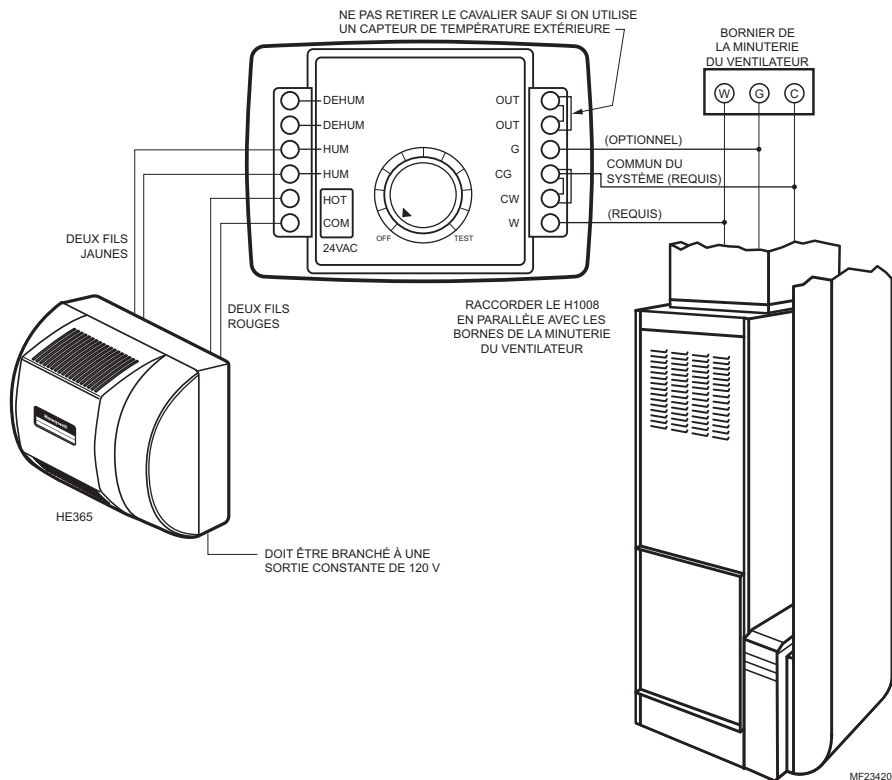

Fig. 6. Schéma de raccordement d'un hygrostat à un humidificateur à circulation directe à moteur de ventilateur.
2. Raccorder l'humidificateur aux deux bornes HUM des H1008A,D, comme l'illustrent les Fig. 6 à 10.